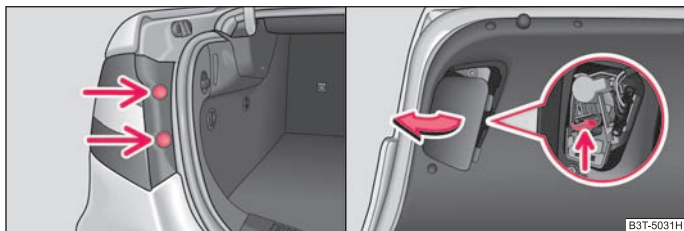

Abb. 214 Ausbau des äußeren Teils der Heckleuchteneinheit / Ausbau des inneren Teils der Heckleuchteneinheit
- Nehmen Sie die Stopfen \Rightarrow Abb. 214 - links heraus und schrauben Sie mit einem Torx-Schlüssel die Heckleuchteneinheit ab¹⁹⁾.
- Schrauben Sie die Heckleuchteneinheit fest und drücken sie die Stopfen ein \Rightarrow Abb. 214 - links.
- Nehmen Sie die Abdeckung der Heckleuchteneinheit an der Innenseite der Gepäckraumklappe ab \Rightarrow Abb. 214 - rechts.
- Drücken Sie die Federfalle \Rightarrow Abb. 214 - rechts und nehmen Sie den Lampenhalter aus dem Gehäuse der Heckleuchteneinheit heraus.